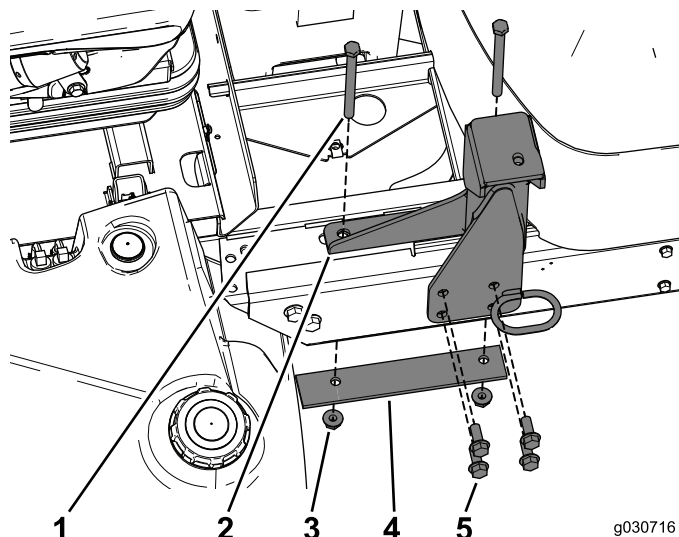

Figura 19
1. Utilizzate la bulloneria rimossa con il ROPS per fissare il supporto posteriore al telaio (Figura 19).